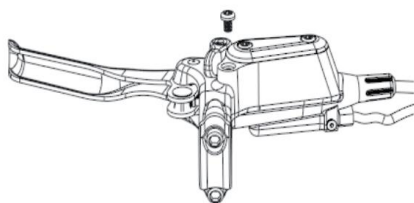
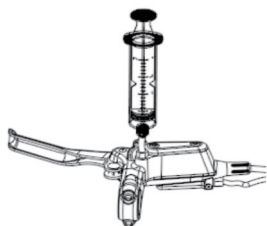

Figure 5-1 Retirez la vis de remplissage d'huile du frein à disque
Figure 5-2 Insérez le raccord de remplissage d'huile dans le corps du frein à disque
① Tout d'abord, placez le réservoir d'huile de frein à disque parallèle au sol, puis utilisez une clé Torx T15 pour retirer la vis d'étanchéité du réservoir d'huile et vissez le mamelon d'huile M6 (comme indiqué sur la figure 5-1).
② Placez le tuyau transparent sur l'extrémité supérieure de la buse d'admission d'huile M6 et connectez l'autre extrémité du tuyau au tuyau en plastique.
③ Utilisez le tuyau transparent connecté à la seringue d'admission d'huile pour absorber une quantité appropriée d'huile de frein du réservoir de stockage d'huile. Assurez-vous qu'il n'y a pas de bulles dans le tuyau, puis placez-le dans la buse d'admission d'huile du corps principal (comme indiqué sur la figure 5-2)